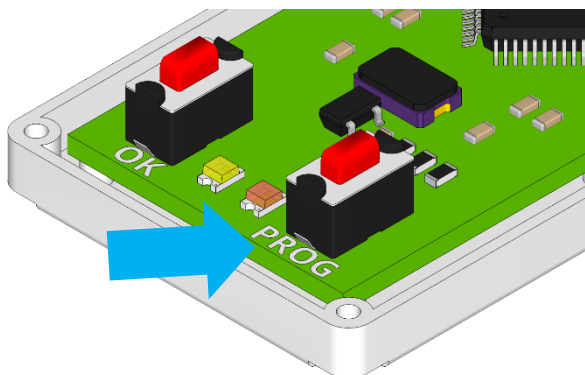

Fig.1
- Mettere in programmazione la periferica: premere il pulsante PROG fino al lampeggio dei LED, lasciare quindi il pulsante e attendere l'accensione del LED giallo fisso; il rilevatore è pronto alla programmazione (fig. 1).